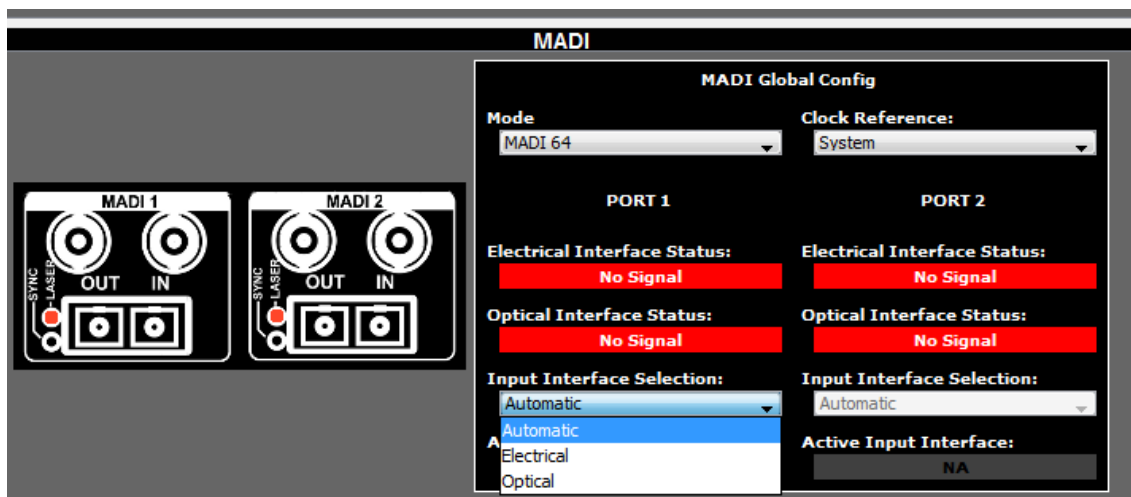

Figura 11: Seleção da interface de entrada
4. Em *Input Interface Selection*, escolha a interface de entrada (elétrica ou ótica) desejada ou deixe no modo *Automatic* para que a escolha seja feita automaticamente com base na detecção de sinal válido (Figura 11). No caso de sinal válido nas duas interfaces, a ótica terá preferência. A transmissão é feita simultaneamente nas portas elétricas e óticas, sem necessidade de configuração;